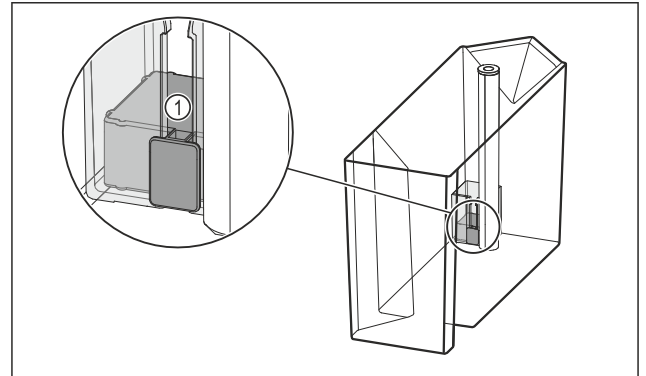

Fig. 103
- ▶ Проверьте, не застрял ли поплавок Fig. 103 (1). Если поплавок застрял: